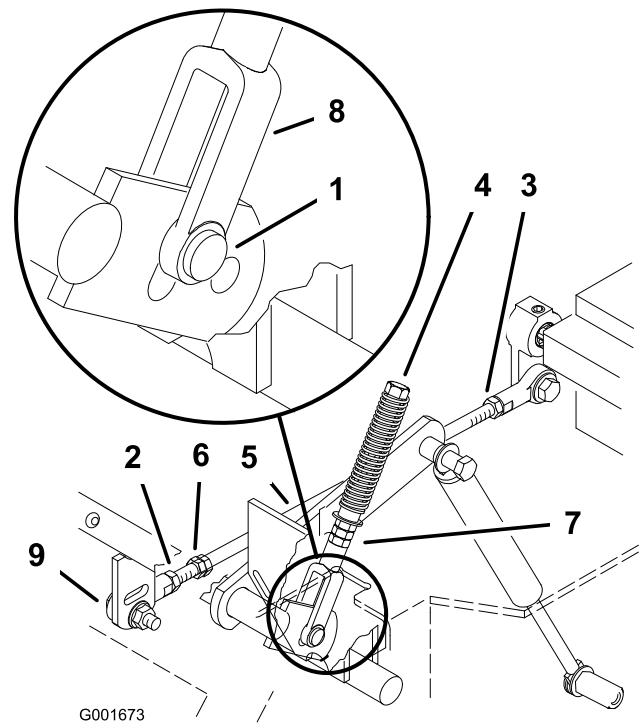

Figura 50
6. Tire hacia atrás de la palanca hasta que el pasador (en el brazo debajo del eje pivotante) entre en contacto con el extremo de la ranura (empezando justo a tensar el muelle) (Figura 50).
8. Si es necesario un ajuste, afloje la tuerca y la contratuerca contra la horquilla (Figura 50).
10. Apriete la tuerca y la contratuerca (Figura 50).